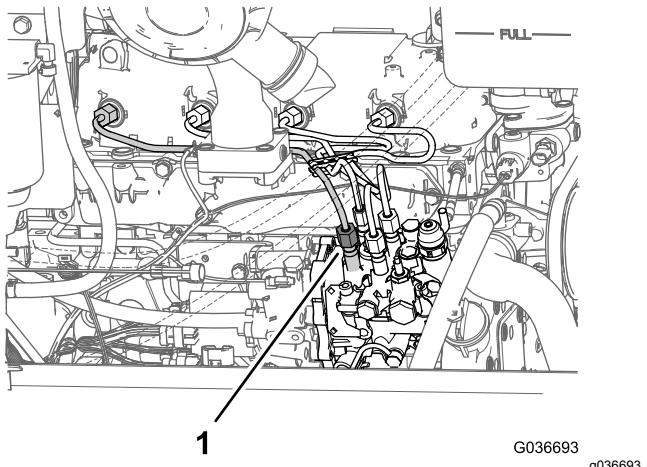

Figure 47
1. Desserrez l'écrou-raccord sur l'injecteur n° 1 de la pompe d'injection (Figure 47).